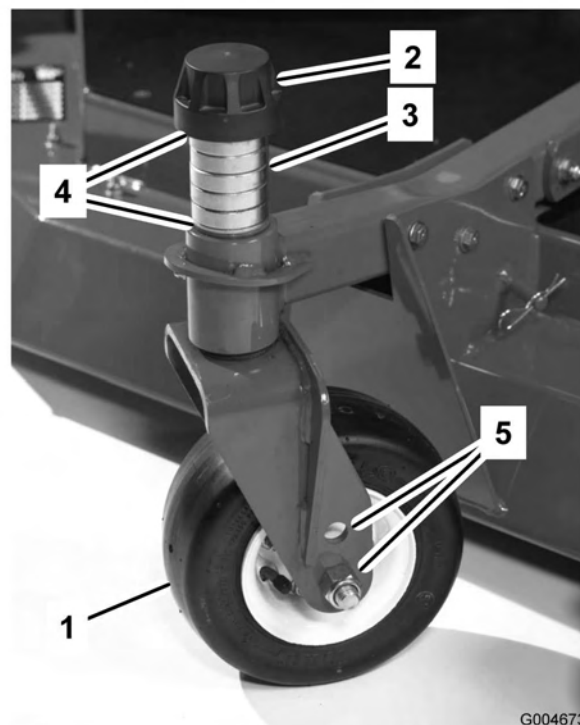

Figura 87
1. Togliete il cappuccio di tensione dall'asse del perno ed estraete il perno dal braccio della ruota orientabile (Figura 87). Riposizionate gli spessori, come opportuno, per sollevare o abbassare la ruota orientabile fino ad ottenere il passo corretto dell'apparato di taglio.